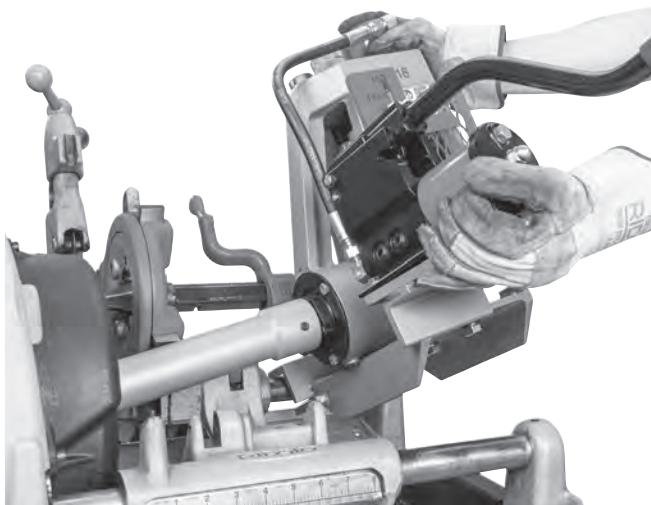

Figure 9 – Rainureuse à galets 918 sur embase de fileteuse N° 535
4. Avec l'extrémité de l'arbre d'entraînement dans le mandrin de la fileteuse, positionnez l'encoche côté stabilisateur de l'embase sur le rail de chariot arrière, puis descendez la pompe sur le rail de chariot avant (*Figure 9*).